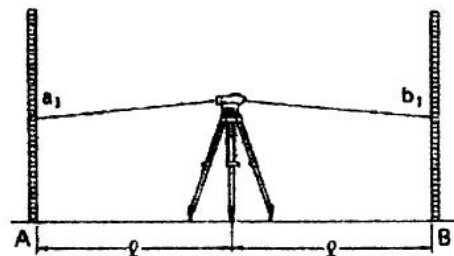

Рис. 7.5
1) Установите прибор приблизительно посередине между точками А и В (40-50м). Возьмите отсчеты  $a_1$  и  $b_1$  (рис. 7.5).